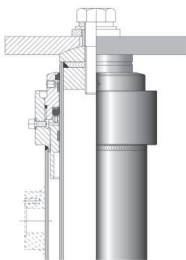
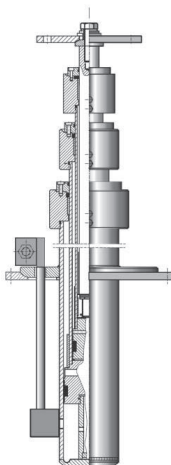

Fig. 5 – Cabeza del cilindro directo con articulación de bola
Fig. 6 – Cilindro telescópico con placa intermedia articulada
- El cilindro directo lateral apoya directamente en el fondo del foso. La cabeza del émbolo está dotada de una articulación de bola (Fig. 5) para poder enganchar el bastidor de forma flexible sin transmitir momentos. La articulación de bola debe ser engrasada antes de sujetar la placa al bastidor;
Los cilindros directos enterrados se suministran con una placa superior con articulación de bola (ver Fig. 5) y con una placa de apoyo intermedia, que para los cilindros telescópicos es también articulada (ver Fig. 6). La parte de cilindro que queda por debajo de la placa intermedia está protegida por una pintura especial anticorrosión de color negro.